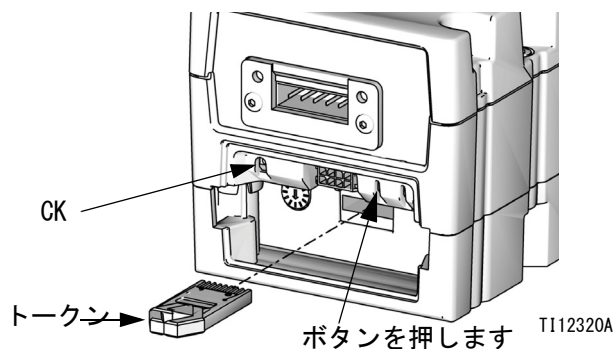

図 47: トークンの挿入
4. ~秒まで 図 47 に示されたボタンを押し続け、次に離して下さい。赤の表示灯 (CK) が、新しいソフトウェアが完全にロードされるまで点滅します。